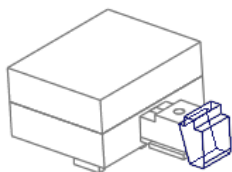
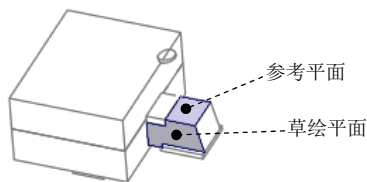
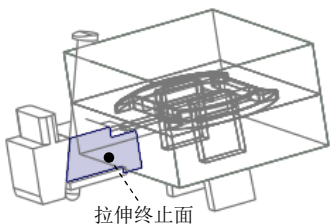

图 27.55 实体拉伸特征
图 27.56 定义草绘平面
图 27.58 拉伸终止面
Step2. 单击 **模具** 功能选项卡 **元件** 区域中的“模具元件”按钮 ，在系统弹出的菜单中单击 创建模具元件 选项。在系统弹出的“确认”信息对话框中单击 是(Y) 按钮。
Step5. 创建实体拉伸特征，如图 27.55 所示。单击 **模具** 功能选项卡 **形状** 区域中的 拉伸 按钮，此时系统弹出“拉伸”操控板；在出现的操控板中确认 按钮被按下；从系统弹出的菜单中选择 定义内部草绘... 命令；选取图 27.56 所示的平面为草绘平面，然后选取图 27.56 所示的表面为参考平面，方向为 上。单击 草绘 按钮，进入草绘环境；进入截面草绘环境后，选取图 27.57 所示的边线为草绘参考，然后绘制图 27.57 所示的截面草图；完成特征截面的绘制后，单击“草绘”操控板中的“确定”按钮 ；在操控板中选取深度类型 （到选定的），将模型调整到图 27.58 所示的视图方位，选取图中所示的滑块表面为拉伸终止面；在“拉伸”操控板中单击 按钮，完成特征的创建。